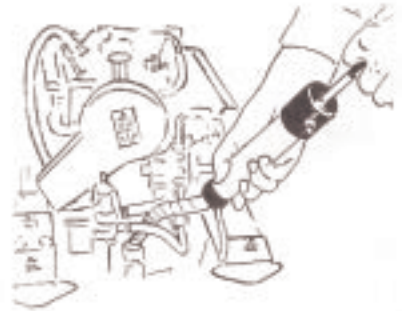

Fig 14
- 3- Placer la pompe de vidange par l'orifice de jauge (Fig. 14)